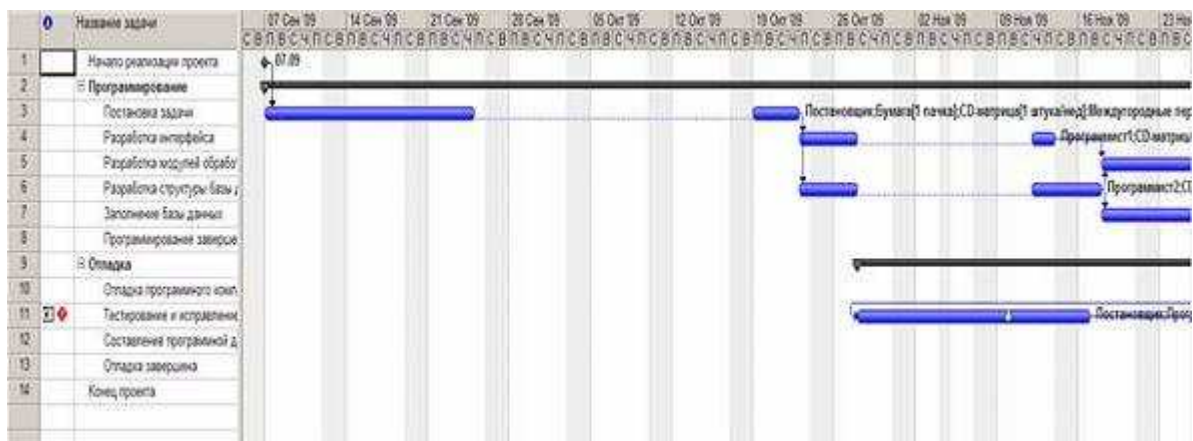

Рисунок 5.2 – Календарный график после автоматического выравнивания
2. Установить *Выполнять автоматически*, нажать *Ок*. Результат – календарный график после выравнивания (рис. 5.2) существенно отличается от графика до выравнивания: в задачи вставлены перерывы с тем, чтобы ликвидировать перегрузку.